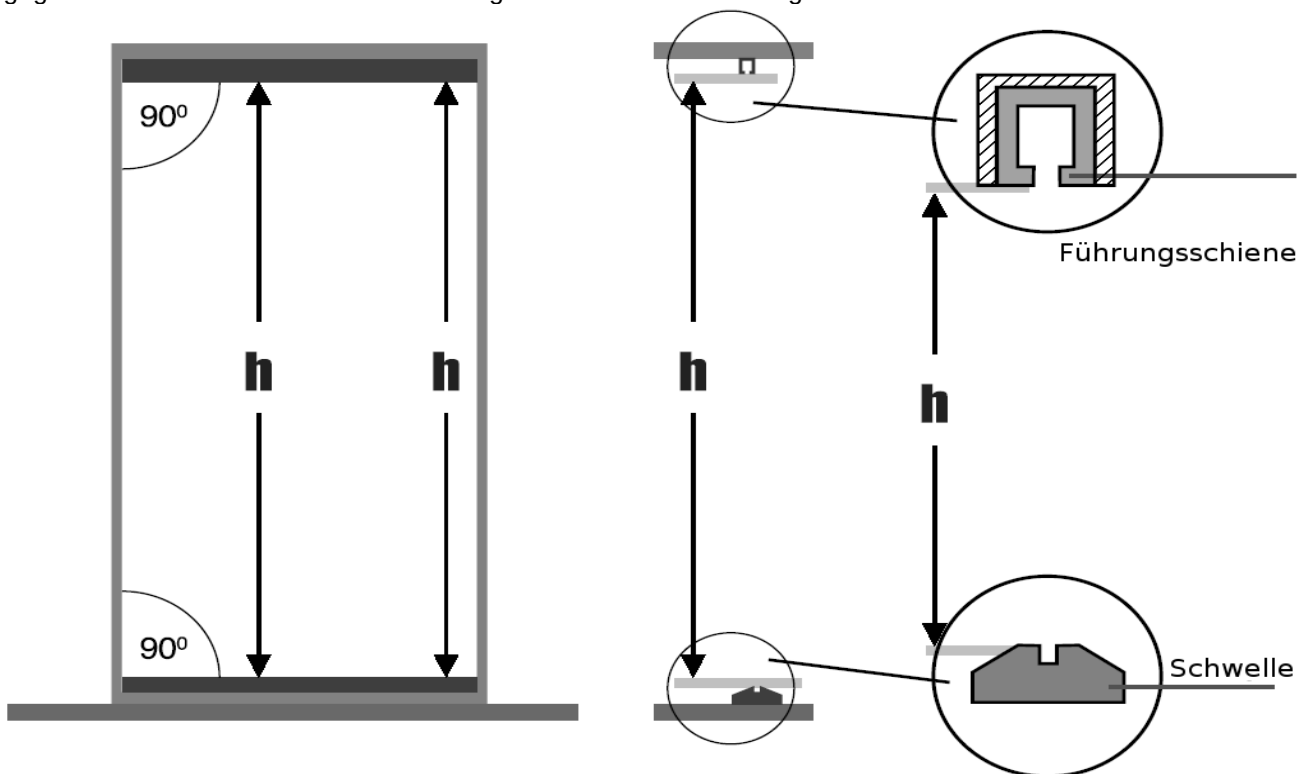

Abb. 1
2. Abmessung der Höhe h zwischen der Schiene und der Schwelle (siehe Abb. 1).
B. Schlechte Justierung der Führungsschienen und der seitlichen Rinnen (siehe Abb.1). Die Führungsschienen müssen parallel zueinander und senkrecht zu den seitlichen Rinnen angebracht werden.